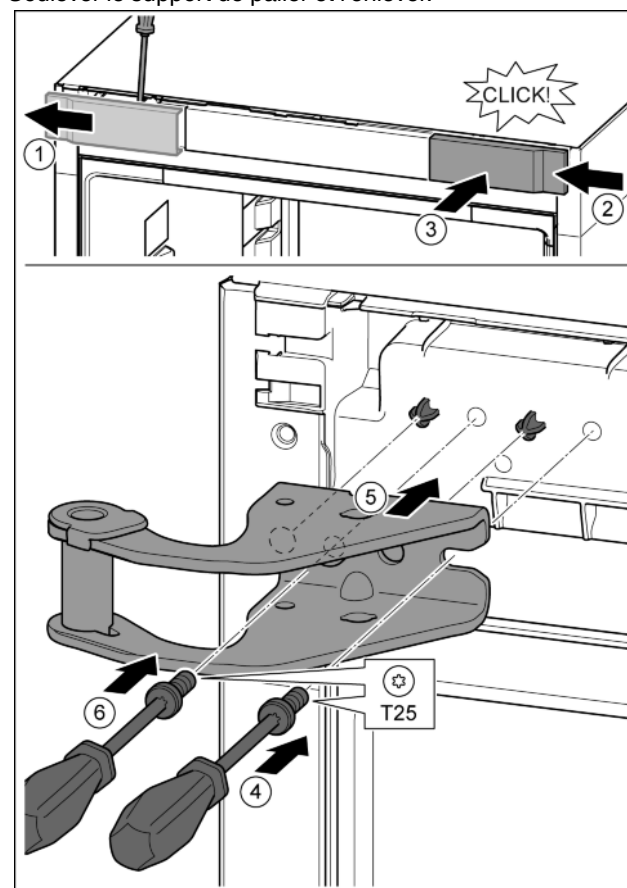

Fig. 13
► Libérer le cache avec un tournevis et le mettre de côté. Fig. 13 (1)
► Accrocher le cache tourné de 180° de l'autre côté à droite. Fig. 13 (2)
► Enfoncer le cache. Fig. 13 (3)
► Mettre en place la vis avec un tournevis T25. Fig. 13 (4)
► Mettre en place le support de palier supérieur. Fig. 13 (5)
► Serrer la vis. Fig. 13 (4)
► Mettre en place la vis avec un tournevis T25 et la serrer. Fig. 13 (6)